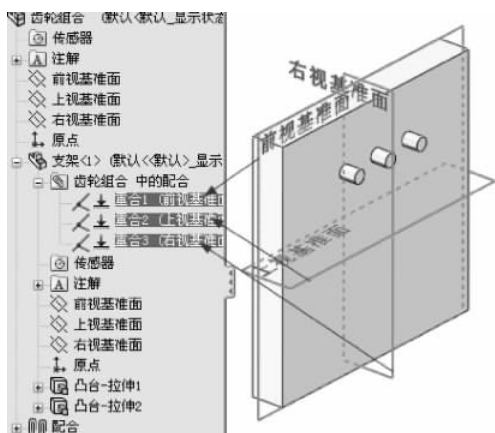

图 3-77 查看零件配合
(7) 在装配体的特征树中展开零件【支架】的特征树,单击【齿轮组合中的配合】前的图标,可以查看如图 3-77 所示的支架零件在装配体环境中所添加的配合类型。